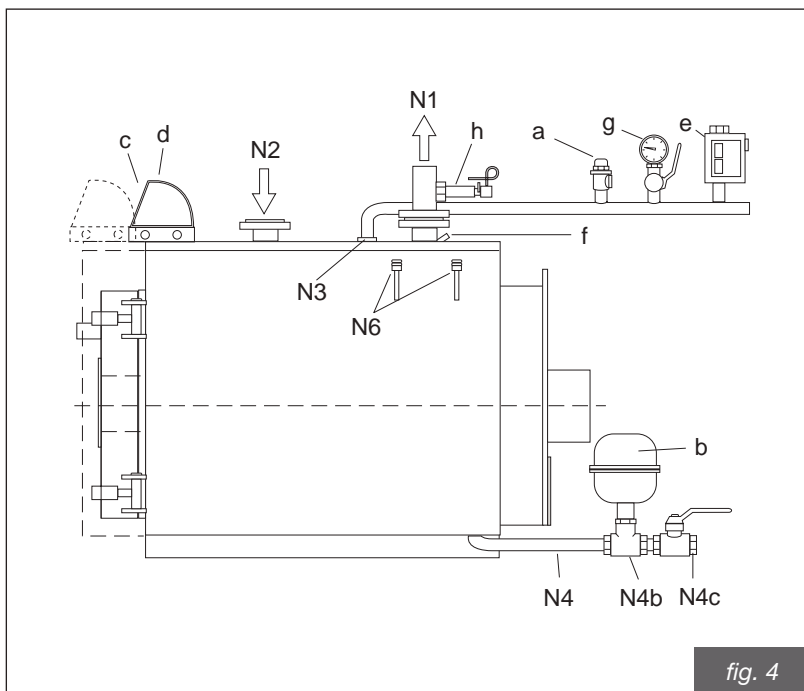

fig. 4
3.2.3.1 IMPIANTO TERMICO AD ACQUA CALDA CON VASO D'ESPANSIONE CHIUSO - Potenza al focolare ≤ 300.000 kcal/h - pressione 6 bar (Fig. 4)